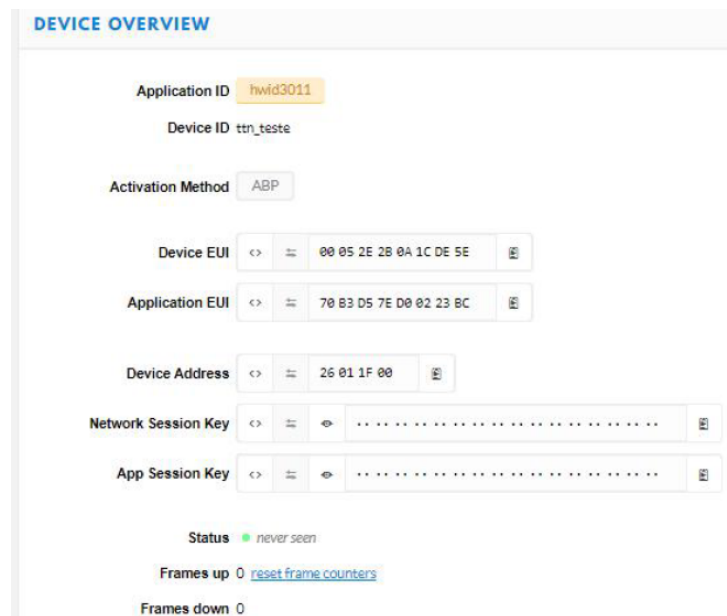

Figura 10: Tela de informação do dispositivo - ABP
- ▶ Novamente será exibida a página “Device Overview”, conforme a Figura 10. Nela é possível ver o Device Address atribuído pelo servidor (que deve ser cadastrado no rádio com o comando +DADDR) e as chaves de criptografia (que devem ser cadastradas no rádio, caso tenha sido optado pela geração automática);